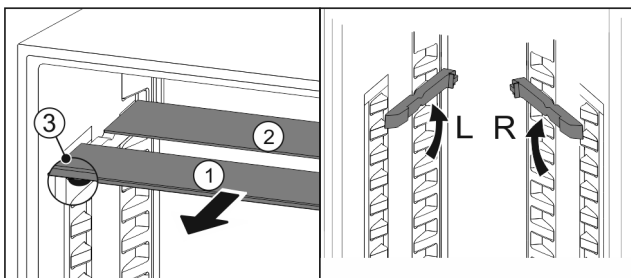

Fig. 24
- ▶ estrarre i ripiani di vetro singolarmente tirando in avanti Fig. 24 (1).
- ▷ Il piano in vetro Fig. 24 (1) con il motivo ornamentale è nella parte anteriore.
- ▷ I fermi Fig. 24 (3) sono rivolti verso il basso.